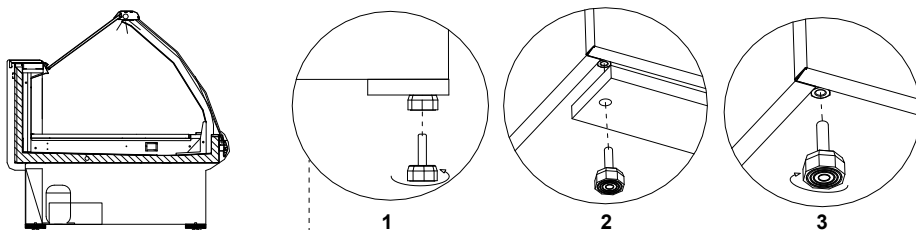

Рис.2 Удаление деревянного поддона
- Распаковать оборудование и удалить деревянный поддон, находящийся на подставке (не касается витрин «Grenada» и передвижных устройств) Рис.2 (стр.44)